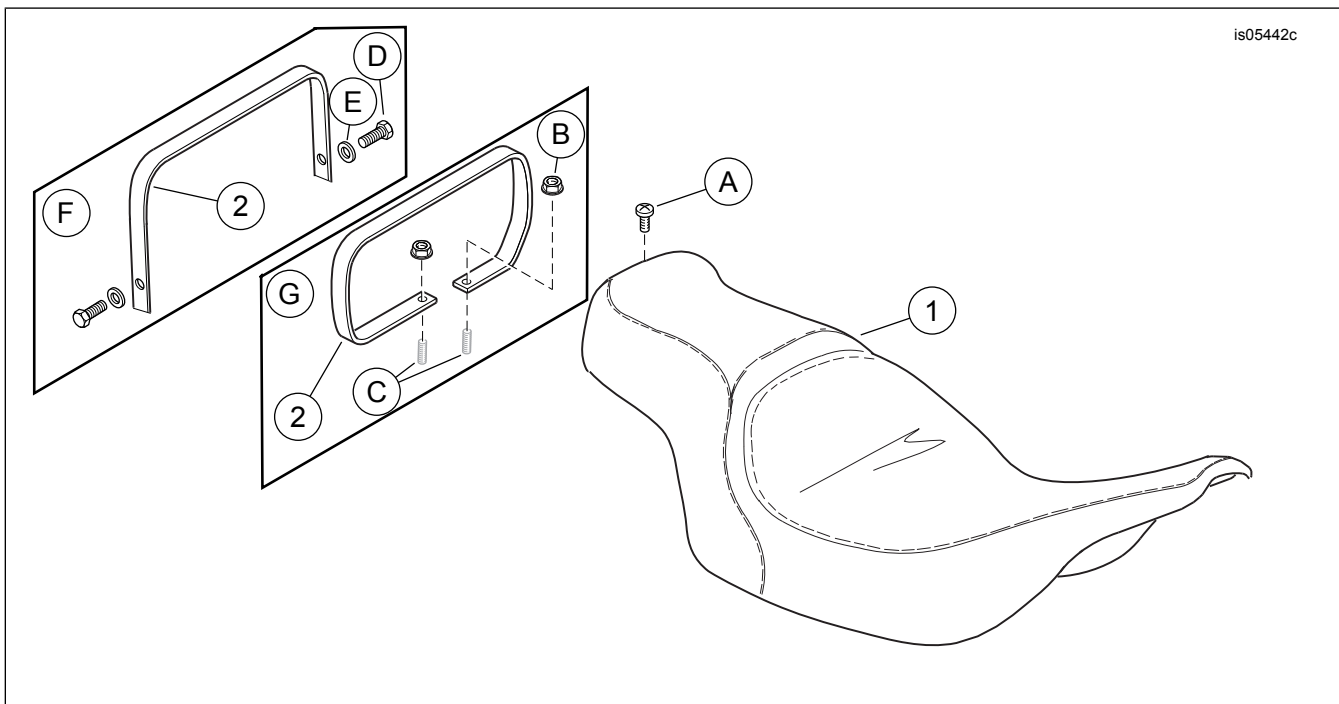

Figura 7. Peças de reposição: Assento aquecido
Veja a Figura 7 e a Tabela 1 para o conteúdo do kit.
1. Veja Figura 7 . Remova o parafuso (D), a arruela (E) e a extremidade da tira de apoio. Guarde as ferragens para a instalação posterior.
2. Veja Figura 7 . Remova o parafuso Phillips com a arruela de pressão (A) da parte traseira do assento atualmente instalado. Puxe o assento para trás para removê-lo. Guarde o parafuso
- b. Veja Figura 7 . Instale o parafuso da tira de apoio (D) e a arruela (E). Aperte.